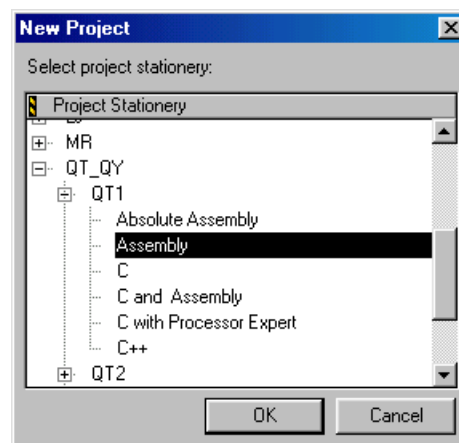

Figura 28 – **New Project - Assembly**
- F. Selecione o microcontrolador e a linguagem de programação a ser utilizada. Para o exemplo inicial selecione: **QT_QY > QT1 > Assembly** e pressione **OK** (Figura 28).